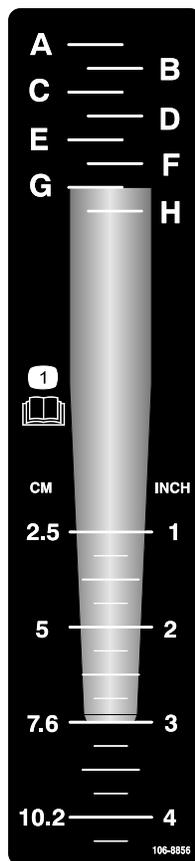

Bild 20
1. Legen Sie die gewünschte Stachel auf das Tiefenschild und fluchten Sie gleichzeitig die Stachelspitze mit der gewünschten Aerifiziertiefe aus, siehe Bild 20.
2. Ermitteln Sie die Buchstabeneinstellung, die mit dem Befestigungsende der Stachel ausgefluchtet ist (Bild 20). Stellen Sie das Tiefenbedienelement auf den entsprechenden Buchstaben auf dem Schild ein.